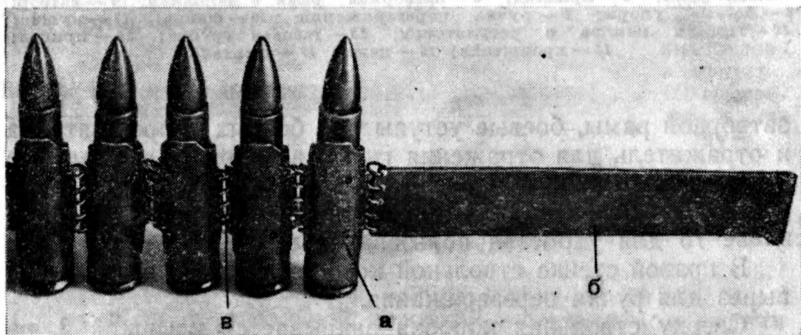
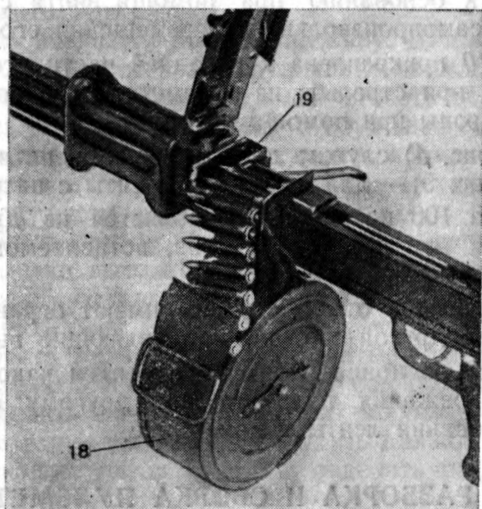

Рис. 4. Металлическая лента с патронами:
Рис. 5. Положение ленты при зарядании пулемета (при открытой крышке приемника):
Лента (рис. 4) служит для размещения патронов, а **коробка 18** (рис. 5) — для помещения ленты с патронами.
1. **Снарядить ленту патронами** так, чтобы загибы ограничивающих выступов вошли в выточку у дна гильзы (см. рис. 4); при этом необходимо следить за правильностью соединения двух частей ленты при помощи патрона (выступ на одной части соединительного звена должен быть введен в отверстие на другой его части).
4. **Присоединить коробку с лентой к пулемету**, для чего надвинуть ее зацепом на выступы кронштейна пулемета до отказа вперед и затем закрепить, повернув флажок кронштейна вниз. Ручка для переноски коробки должна при этом находиться слева (см. рис. 5).
Примечания. 1. Если лента не имеет наконечника или снаряжена неполностью, то при зарядании вместо выполнения п. 5 нужно открыть крышку ствольной коробки и наложить ленту на основание приемника, затем продернуть ленту вправо так, чтобы направляющие выступы звеньев проходили над отсекателем патрона 19 (см. рис. 5), после чего закрыть крышку.